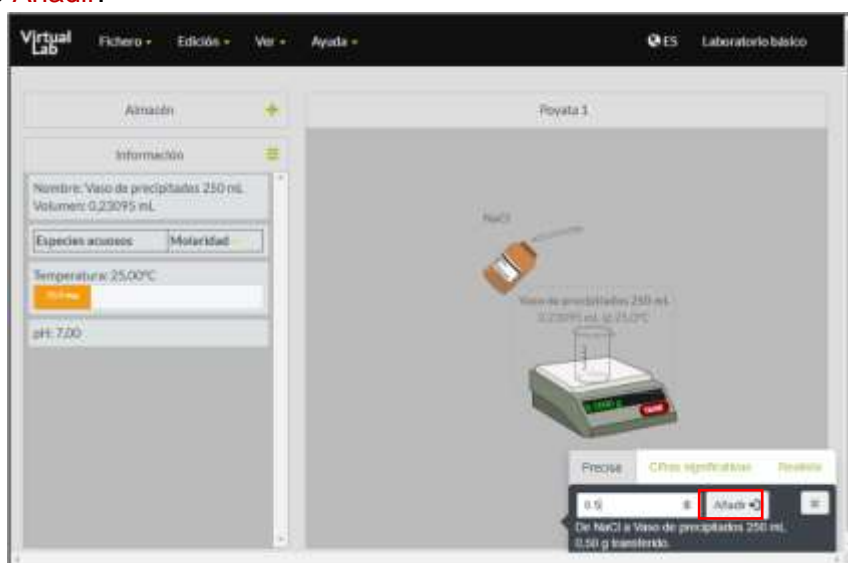

Figura 7. Simulador *Making stock solutions from solids*.
- La figura docente asignará a cada brigada la masa de NaCl con la que preparará la disolución. En la ventana del simulador (figura 7), indique la masa que agregará y presione **Añadir**.